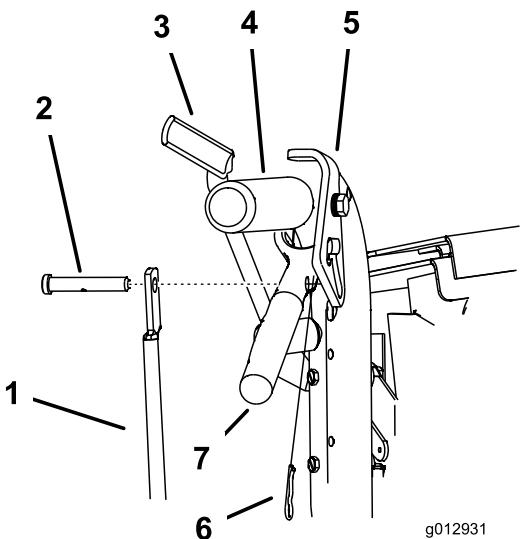

Figura 14
- Retire los pasadores y los pasadores de seguridad de las palancas de avance y los cierres de bloqueo de punto muerto (Figura 14).
5. Ajuste la longitud de la varilla de control girando la varilla de control en el acoplamiento (Figura 14).
6. Instale un pasador de horquilla entre las palancas de avance y los cierres de bloqueo de punto muerto e introduzcalo en los pasadores de seguridad (Figura 14).